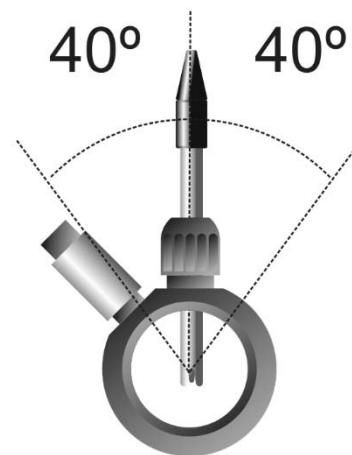

Fig. 3a
4. **Installez toujours les capteurs de pH/ORP en position verticale (de préférence) ou avec une inclinaison maximale de 40° (Fig. 3a).**